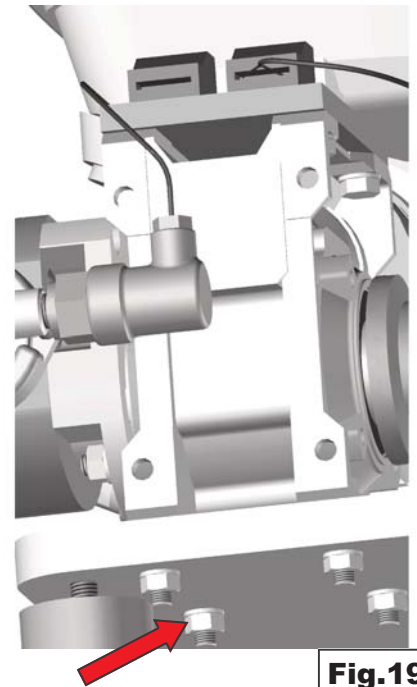

Fig.19
3. Desatornillar los tornillos situados debajo del reductor con la llave adecuada como en la Fig. 19